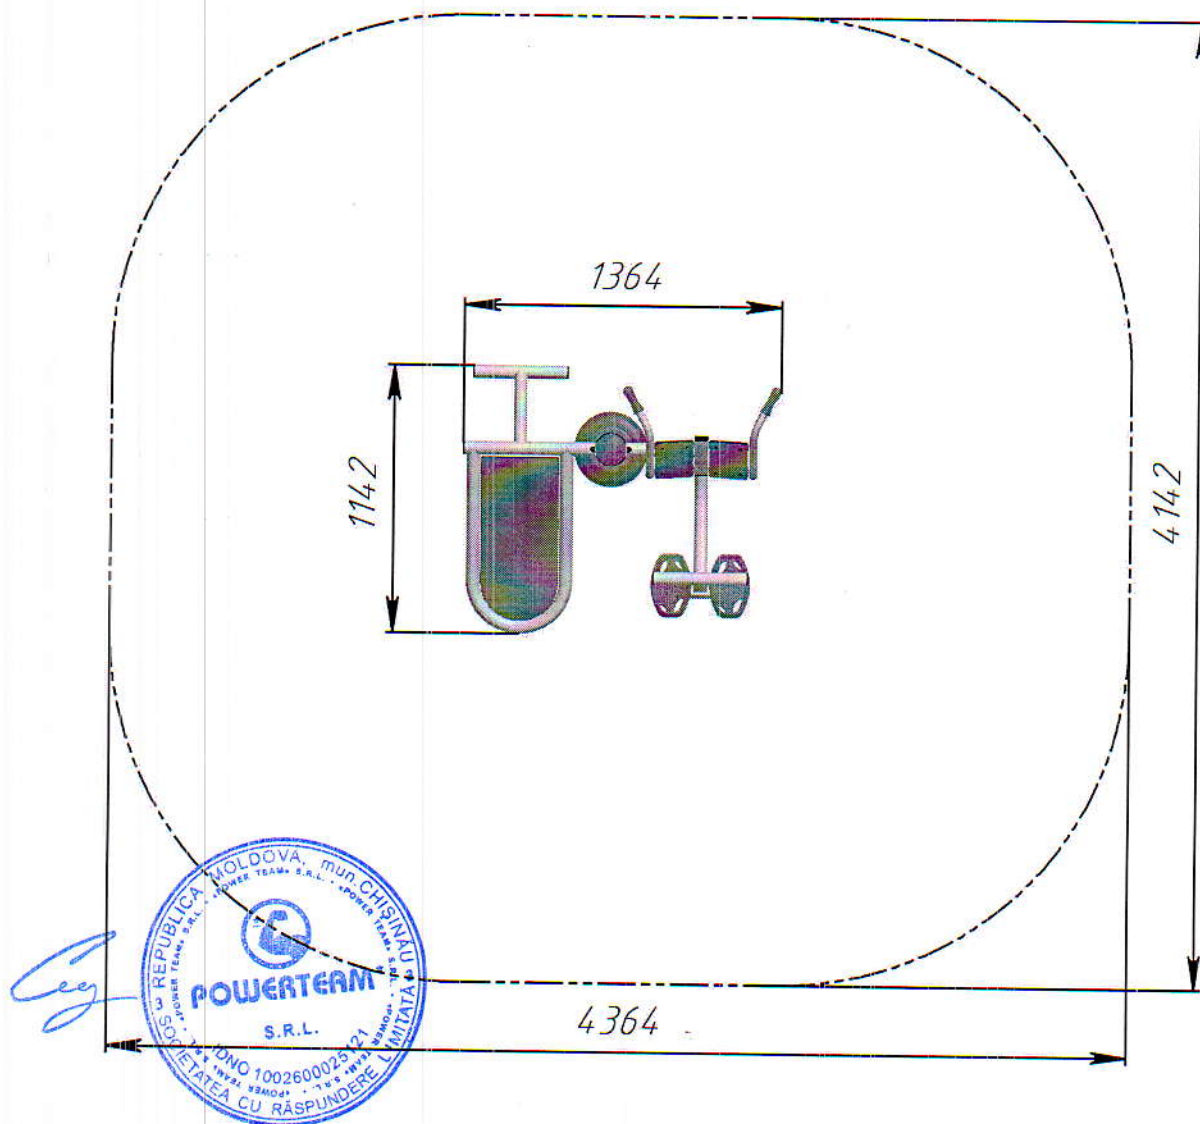

Рис.2 Зона безопасности тренажера "Гиперэкстензия + пресс" РТР 504Т
3.5. Монтаж тренажера проводится на ровном месте в соответствии с планировкой размещения всего оборудования площадки. При монтаже необходимо обеспечить безопасную зону вокруг тренажера в соответствии с рис. 2.